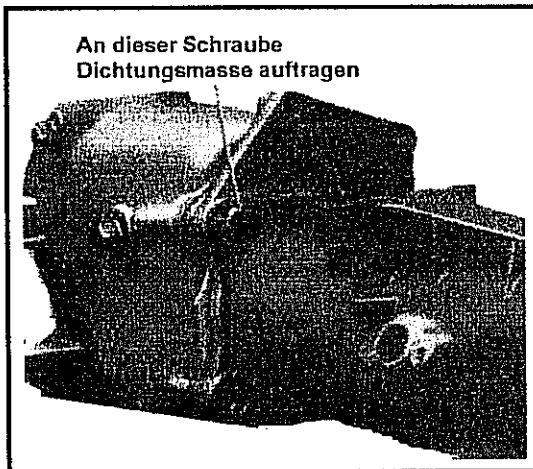

Abb. 11-25 Schraube oben links an der Gehäuseverlängerung
- Die Befestigungsschrauben der Gehäuseverlängerung am Getriebe eindrehen. Hierbei an der gezeigten Schraube Dichtmasse anbringen. Siehe Abb. 11-25. Die Schrauben nach Drehmoment anziehen.